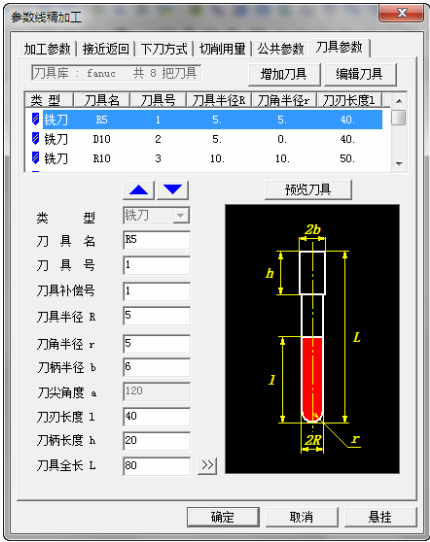

图 8-108 “刀具参数”选项卡
6) 单击“刀具参数”选项卡，选择刀具名称为“R5”，如图 8-108 所示。